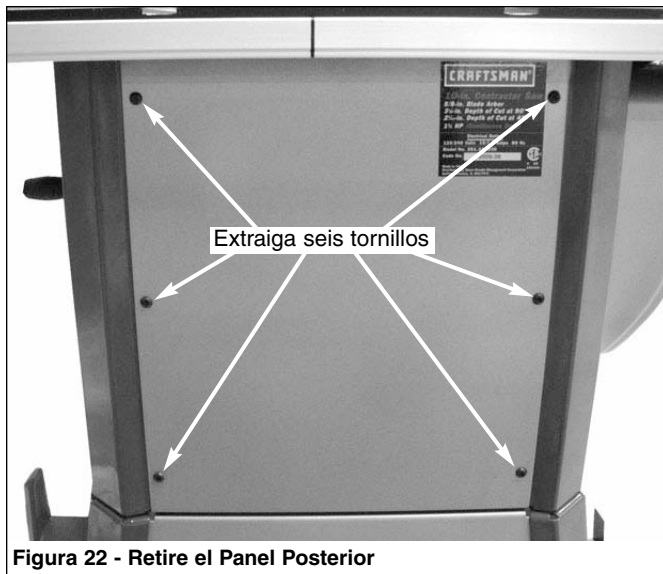
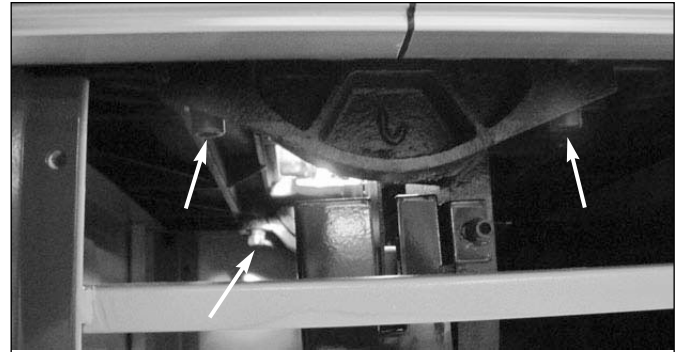

Figura 22 - Retire el Panel Posterior
Figura 23 - Ajuste los Muñones para Alinear la Hoja y la Ranura de la Guía de Ingletes
- Si es necesario hacer un ajuste, proceda de la siguiente manera: Afloje y extraiga los seis tornillos de cabeza de placa hueca y el panel posterior (véase la Figura 22). Afloje los cuatro pernos de cabeza hexagonal del muñón (véase la Figura 23) y mueva los muñones hasta encontrar una posición donde la hoja de la sierra quede paralela a las ranuras de la guía de ingletes.